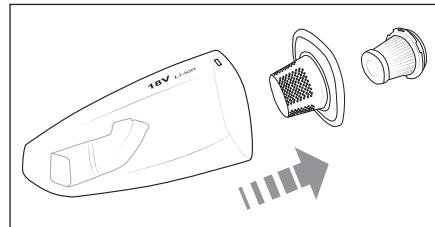

Fig. 6
- 4) Sfilare innanzitutto il filtro a maglia grossa ⑦ dal contenitore di raccolta dello sporco ⑧ (fig. 6). Battere i due filtri ⑥/⑦ sopra un bidone dell'immondizia o simili. In caso di necessità si può sciacquare i filtri ⑥/⑦ con acqua pulita. Far poi asciugare i filtri ⑥/⑦ completamente all'aria prima di reinserirli.